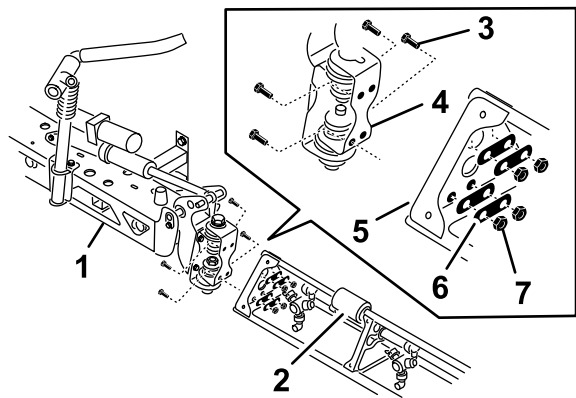

図 40
2. センターブームの両端にあるピボットブラケットを、垂直方向に向ける 図 40。
4. ヒンジプレートを三角形プレートに固定するフランジヘッドボルト4本、バックギングプレート4枚、フランジロックナット4個を使用 図 40これらはステップ 1で外したもの。
6. ブーム昇降シリンダのロッドの先端を、ピボットブラケットのホーンツノの穴に合わせる 図 40。
7. クレビスピンとヘアピンで、ロッドの先端をピボットブラケットに取り付ける 図 40。